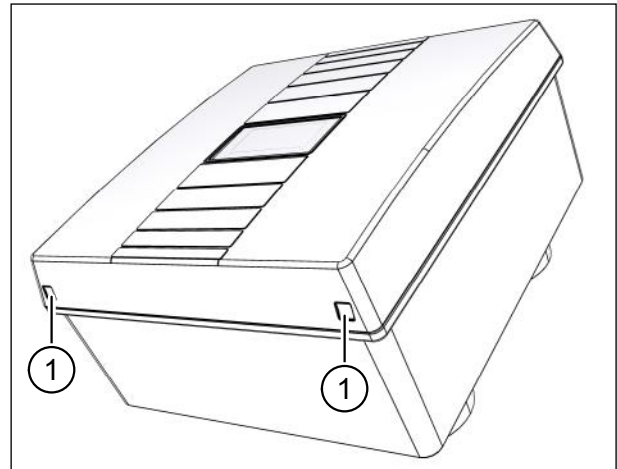

Abb. 22: Deckel vom Lüftungsgerät abnehmen
- ▶ Drücken Sie mit beiden Daumen auf die beiden Rasthaken (Pos. 1 in Abb. 22) an der Unterseite des Lüftungsgerätes. Der Deckel löst sich.